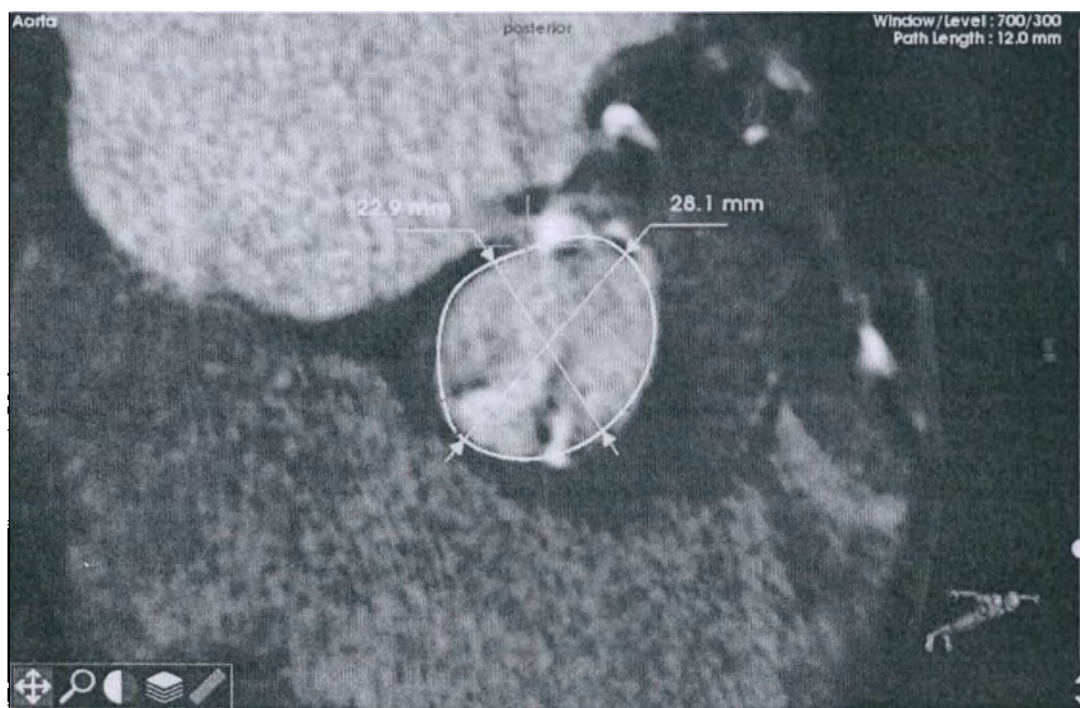

Рисунок 5: Контур и диаметр базального кольца
- Вы можете отредактировать контур вручную: нажмите левой кнопкой мыши на любую красную точку линии и перетащите точку в правильное положение. Измерение будет обновлено автоматически (Рисунок 5). Кнопка «?» предоставит информацию о том, как редактировать контур или создать новый вручную.